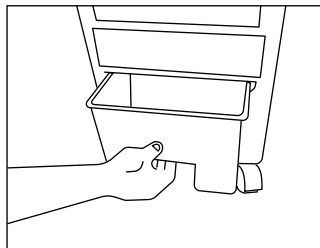

Fig. 5
2. Remova o tanque de água. (Fig. 5)